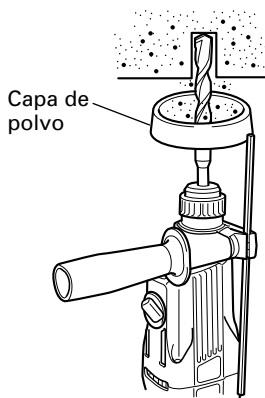
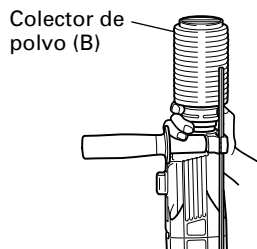

Fig. 3
Fig. 4
## 7. Cuando instale la copa de polvo o el lector de polvo (B) (Accesorios facultativos)(Fig. 3, Fig. 4)
Emplee la copa de polvo instalando la broca como se muestra en la Fig. 3.
- Instalación del colector de polvo (B)
Para emplear el colector de polvo (B), insértelo desde la punta de la broca alineándolo con la ranura de la empuñadura. (Fig. 4)